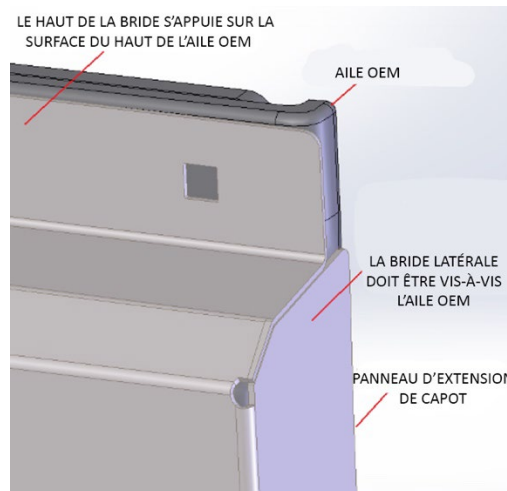

Figure 2 – Positionnement correct du panneau d'extension
- b. Voir la figure 2 pour le positionnement correct du panneau d'extension du capot une fois installé.